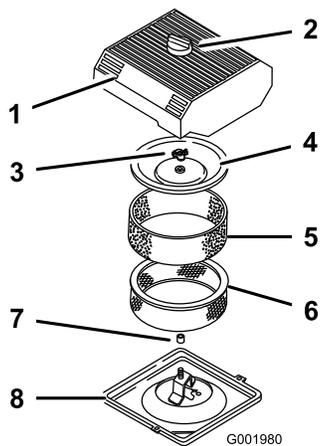

図 39
3. エアクリーナを外したときエンジン内部に異物が入らないよう、周辺をきれいに拭く 図 39。
- エアクリーナのカバーのノブをゆるめてカバーを外す 図 39。
- ペーパーエレメントからスポンジエレメントを注意深く取り外す 図 39。
- カバーナットを外し、カバーとペーパーエレメントを外す 図 39。
- ペーパーエレメントにスポンジエレメントを注意深く取り付ける 図 39。
- カバーナットを取り付けて指締めする 図 39。
- エアクリーナのカバーとノブを元通りに取り付ける 図 39。